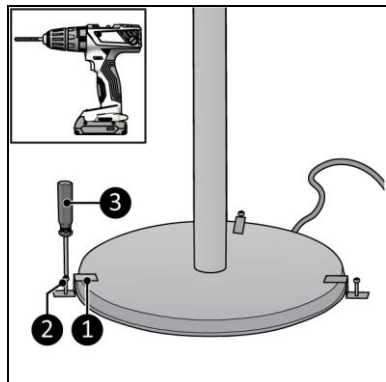

Figur 10
4. Säkerställ att reglage I (figur 10, pos. 3) och reglage II (figur 10, pos. 2) båda befinner sig i Avstängt läge.
5. Sätt i elkontakten (figur 10, pos. 1) i ett lättåtkomligt, jordat eluttag. Använd ett jordat eluttag med en minsta effekt på 2 100 W.
- låg inställning: tryck på reglage I (figur 10, pos. 3);
- medelinställning: tryck på reglage II (figur 10, pos. 2);
- hög inställning: tryck på reglage I (figur 10, pos. 3) och reglage II (figur 10, pos. 2).
1. Säkerställ att reglaget I (figur 10, pos. 3) och reglaget II (figur 10, pos. 2) befinner sig i Avstängt läge.
2. Koppla ur elkontakten från eluttaget (figur 10, pos. 1).